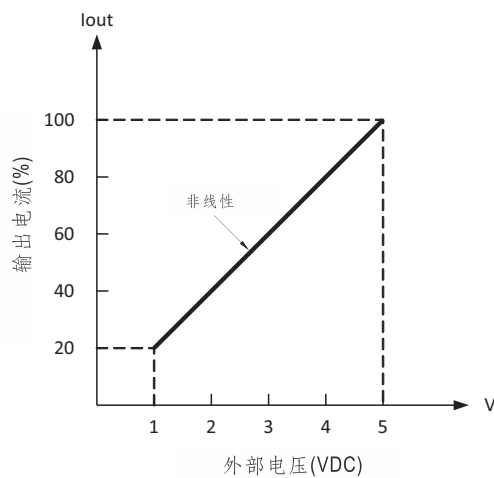

图4.2
(3) 输出电流可调范围为20 ~ 100%(typ.)额定电压，如图4.2所示